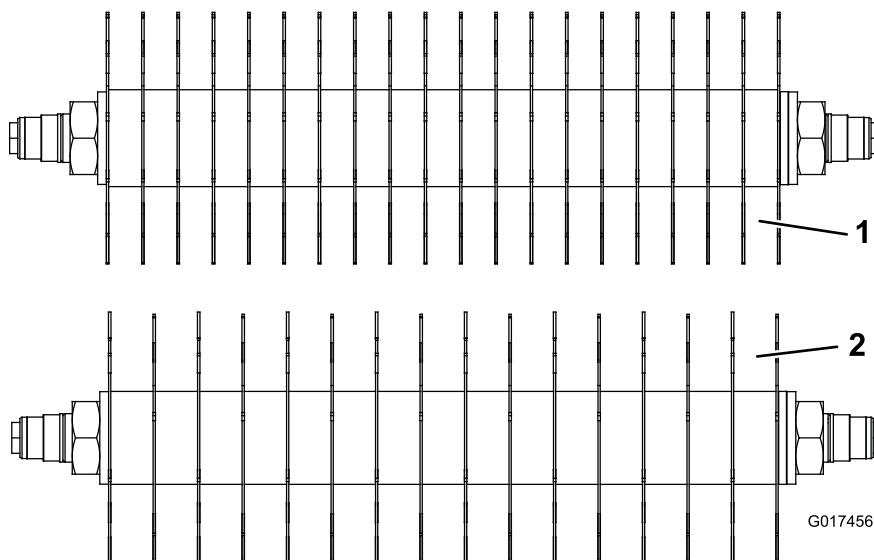

Figure 14
espacement de 2,54 cm (1"), il vous faut (19) nouvelles entretoises, réf. 93-3092 et (4) lames au carbure supplémentaires, réf. 106-8625 ou bien (4) lames ordinaires supplémentaires, réf. 93-3038-03 (Figure 14).